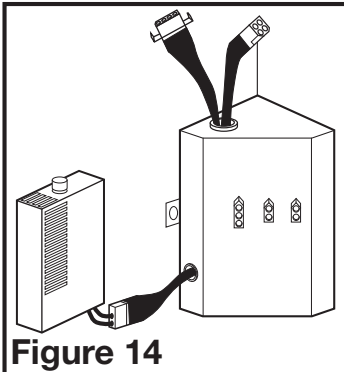

Figure 14
- MODÈLES AVEC DÉTECTION D'HUMIDITÉ ET DÉTECTION DE MOUVEMENT:** branchez les câbles à 2 broches du ventilateur et les câbles à 3 broches de connexion rapide du moteur dans la prise correspondante située sur le couvercle du compartiment de fil. Connectez le connecteur à deux broches du compartiment de l'hygrostat au connecteur à deux broches du côté du couvercle du logement de fil. Ces câbles ne s'adaptent que dans un sens dans les réceptacles (Figure 14).